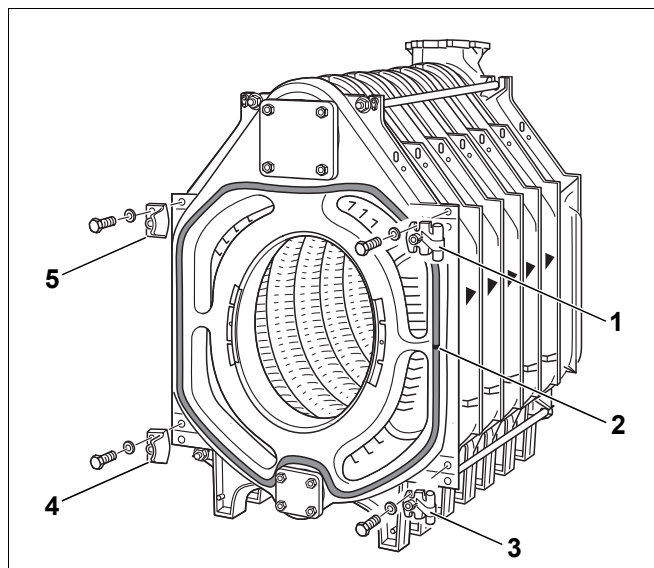

Bild 31 Scharnierhaken und Verschlussleisten montieren
- Einige Tropfen Silastikkleber im Abstand von 15–20 cm in die Dichtnuten (Bild 31, **Pos. 2**) am Vorderglied einbringen (Bild 31).
- GP-Dichtschnur in die Dichtnut am Vorderglied einlegen. Dabei sollte der Dichtschnurstoß seitlich positioniert werden (Bild 31, **Pos. 2**).
- Die Scharnierhaken (Rechtsanschlag) mit je 2 Maschinenschrauben M12 × 55 am Vorderglied anschrauben (Bild 31, **Pos. 1 und 3**). Für Linksanschlag entsprechend auf der linken Seite anschrauben.
- Verschlussleisten mit Auflaufschrägen für die Brennertür (Rechtsanschlag) mit je 2 Maschinenschrauben M12 × 55 am Vorderglied anschrauben (Bild 31, **Pos. 4 und 5**). Für Linksanschlag entsprechend auf der rechten Seite anschrauben.